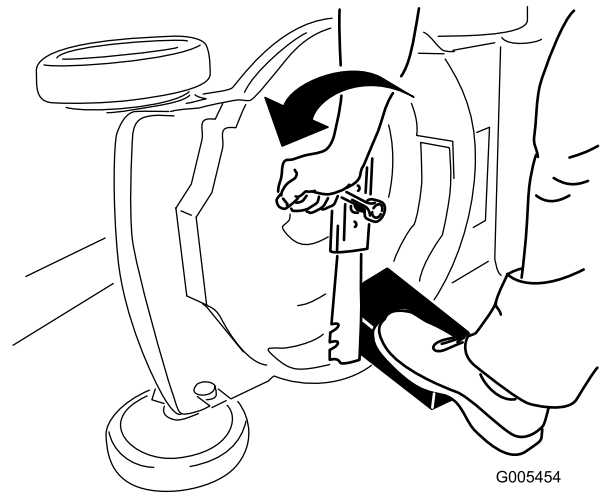

Bild 23
3. Stabilisieren Sie das Messer mit einem Holzblock (Bild 23).
4. Nehmen Sie das Messer ab und bewahren Sie alle Befestigungsschrauben auf (Bild 23).